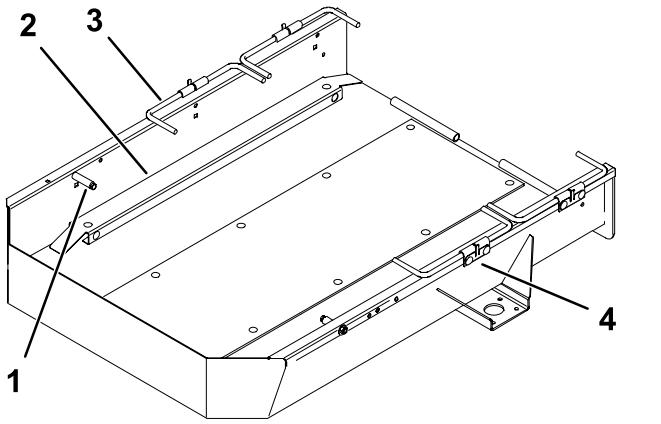

図1
- スタンダードインサートがランプ板の底部に固定されている場合は、固定具を外してインサートを外す図1。
4. 既存のトレーラーストップ、ホイールロッド、ブラケットを外す 図1。